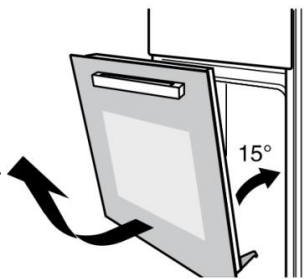

Figure 2
② Прикройте дверцу духового шкафа примерно на 15 градусов, затем поднимите дверцу и медленно вытащите из духового шкафа (рис. 2).
③ После очистки выполните вышеуказанные операции в обратном порядке, чтобы вернуть дверь в исходное состояние.